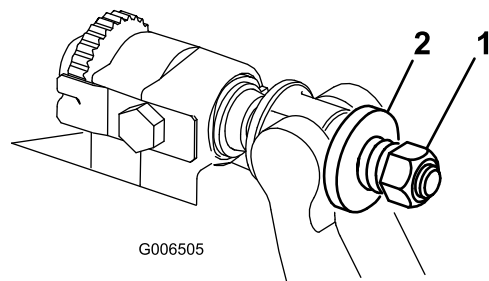

Figura 33
6. Apriete la tuerca de tensado del muelle hasta que el muelle esté comprimido del todo, luego aflójela 1/2 vuelta (Figura 33).